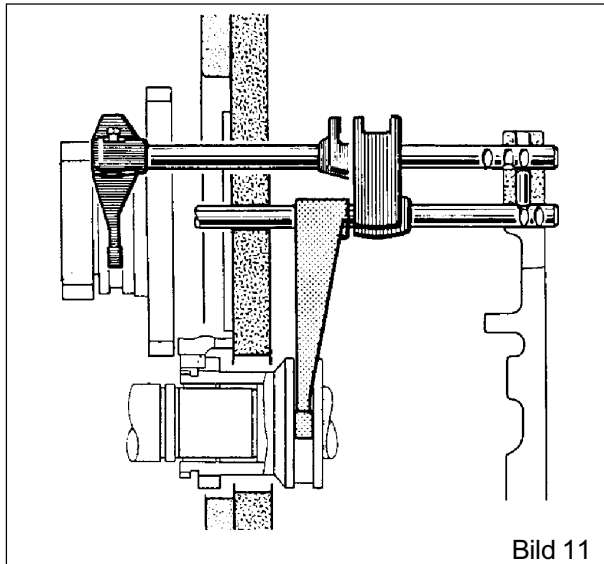

Bild 11
- Wenn nicht schon erledigt, die - Führungsstangen und Gabeln der Gruppen "Langsam" und "Sehr langsam" ausbauen (Bild 11 und 12) (siehe Kapitel Führungsstangen und Gabeln).